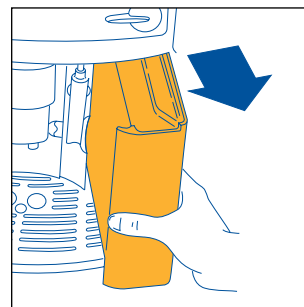

Fig. 1
- Retire o reservatório de água (fig. 1), enxagúe-o e encha-o com água fresca sem ultrapassar a linha MAX. Quando retirar o reservatório, o emulsionador de cappuccinos deve estar sempre virado para o centro da máquina. Caso contrário, não conseguirá removê-lo.